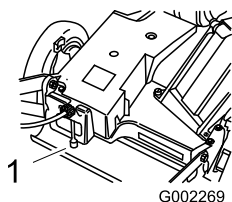
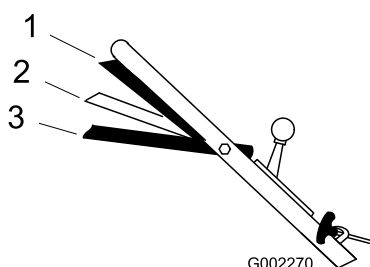

Figura 16
Figura 17
2. Mueva la barra de control de la cuchilla a la posición Marcha/cambio o Marcha/avance para poner en marcha las cuchillas (Figura 17).
El cortacésped tiene tres velocidades sobre el terreno. 1 es velocidad lenta, 2 es velocidad media, y 3 es velocidad rápida. El control de velocidad sobre el terreno está ubicado en la parte trasera de la cubierta de la correa (Figura 16).
1. Mueva el control de velocidad sobre el terreno a la posición de Punto muerto (Figura 16).
3. Apriete la barra de control de la cuchilla hasta que esté en la posición Marcha/cambio (Figura 17) y mueva el control de velocidad sobre el terreno a la posición deseada (Figura 16).
4. Apriete la barra de control contra el manillar hasta la posición Marcha/avance (Figura 17).